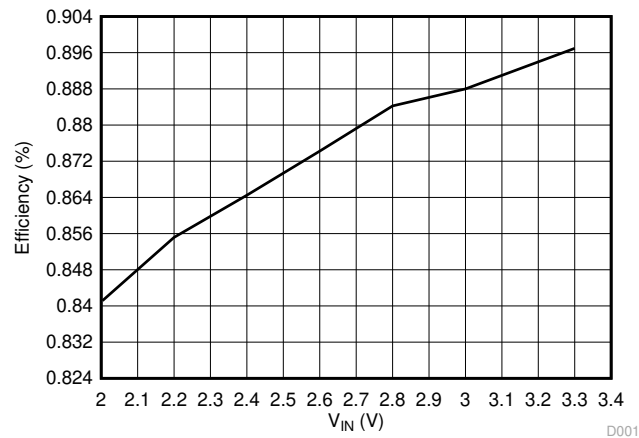

図 3-3. TPS61088-Q1 の 効率曲線
1.5A の負荷電流における TPS61088-Q1 昇圧コンバータの変換効率を、図 3-3 に示します。バックアップ・バッテリーの電圧が 2V まで低下しても、非常に高い変換効率が維持されます。